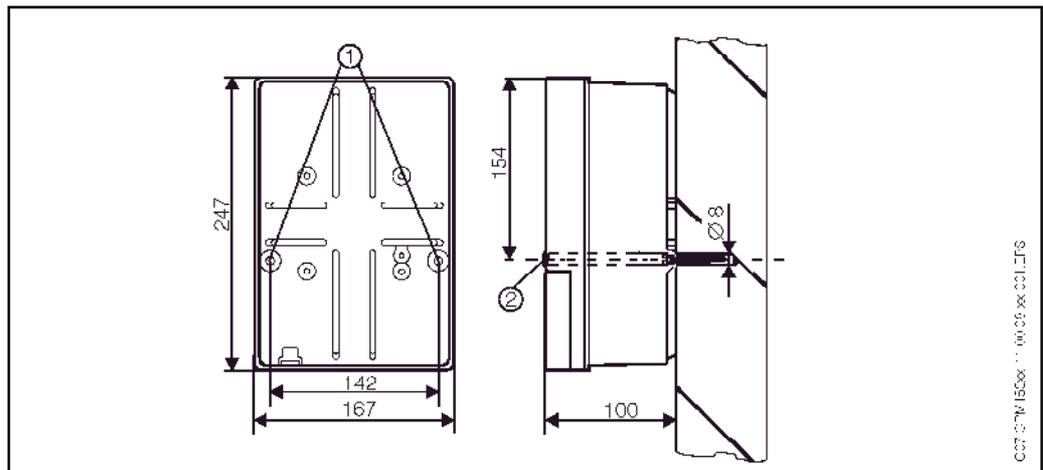

Fig. 9 : Dimensions pour montage mural :
1. Percer des trous selon fig. 9.
2. Insérer les deux vis de fixation à l'avant dans les trous de fixation appropriés ①
4. Couvrir les perçages avec les capuchons en plastique ②.